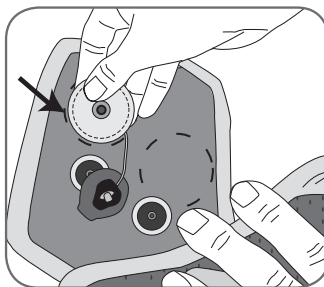

Abbildung 9-9: Befestigung der neuen L300-Elektrodenbasen
4. Befestigen Sie die neuen L300-Elektrodenbasen an derselben Position, an der die vorherigen Basen angebracht waren (siehe Abbildung 9-9).